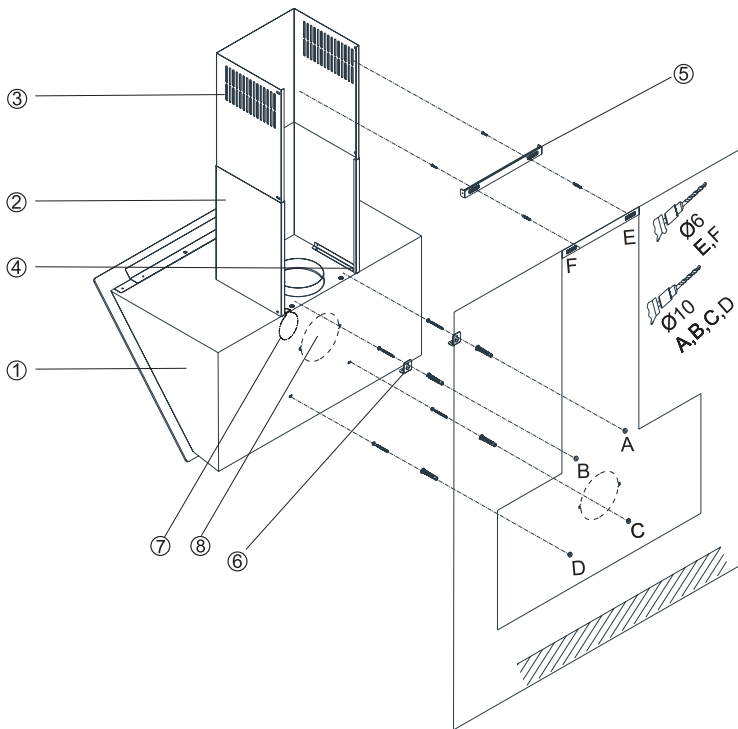

Abb.2: Montageskizze
Der Elektroanschluss erfolgt an eine Steckdose die hinter dem Grund- oder Teleskopschacht (⇒ Abb. 2) anzubauen ist.
- Löcher der Befestigungspunkte A, B, C und D bohren, Dübel einsetzen und die Schrauben an den Punkten A+B zu  $\frac{3}{4}$  eindrehen (⇒ Abb. 2) Die Montagewinkel oben hinten am Haubenkörper mit den 2 Schrauben M5 befestigen (⇒ Abb. 2 ⑤).
Grund- und Teleskopschacht (⇔ Abb. 2 S.14) werden nun montiert.